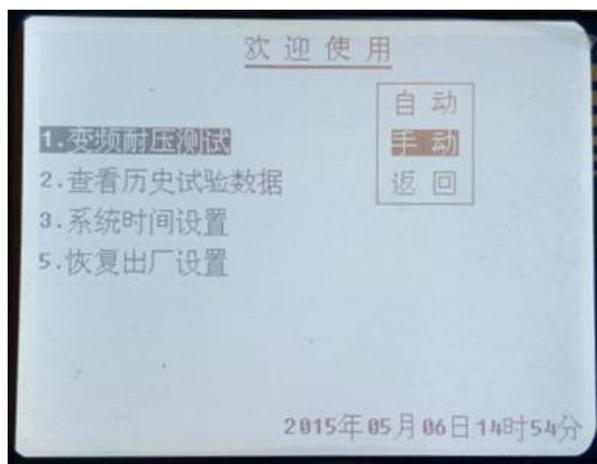

图 2
2) 按下鼠标，转动鼠标至“手动”位置，按下旋转鼠标，出现图 2。